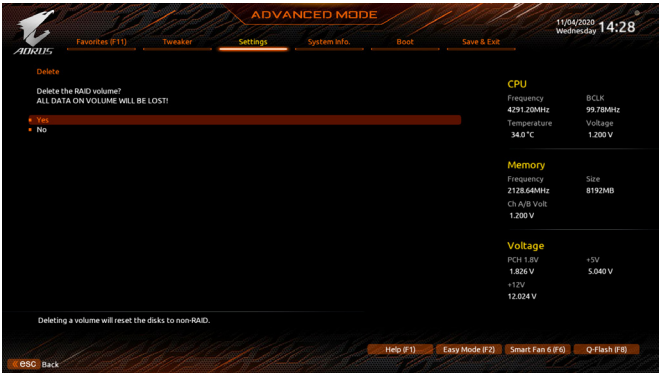

图7
若要清除已建立的磁盘阵列，请至「Intel(R) Rapid Storage Technology」画面，在要清除的磁盘阵列上按<Enter>进入「RAID VOLUME INFO」画面。接着在「Delete」选项上按<Enter>键进入删除画面。要删除磁盘阵列，请在「Yes」项目按<Enter>键(图7)。